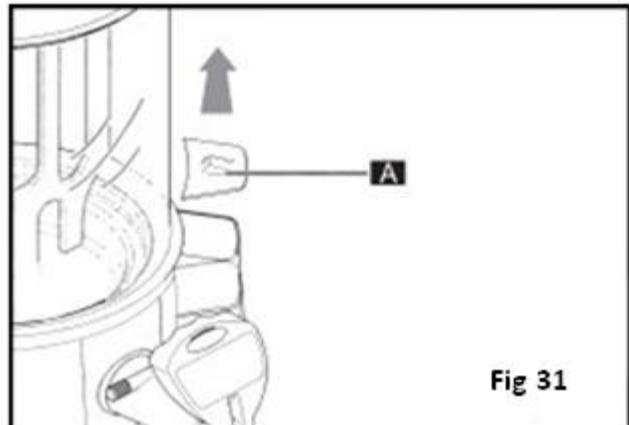

Fig 31
- Extraiga el tapón (A) (Fig. 31)